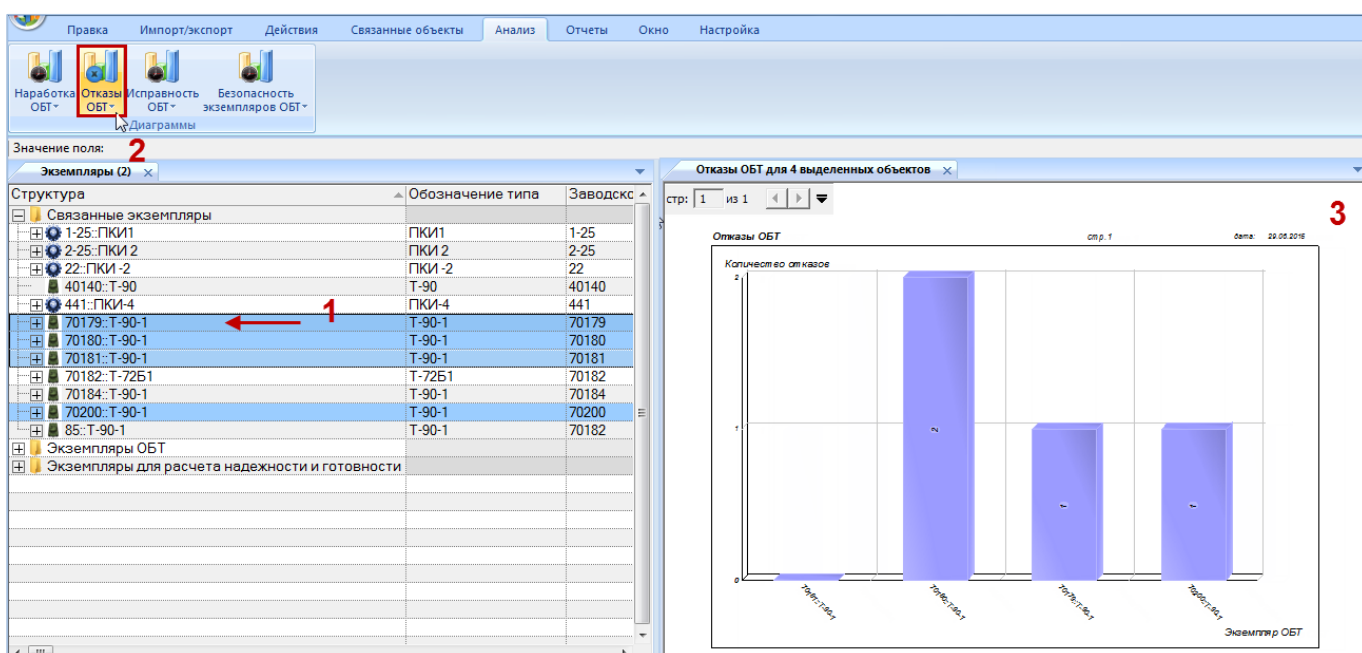

Рис. 26-67 – Построение диаграммы по неисправностям
4) В отдельном рабочем окне отображается диаграмма по неисправностям (3 на рис. 26-67). Краткое описание инструментов панели «Файл» для диаграмм приведено в пункте 5.4.7 «Панель «Диаграммы»», стр. 64.